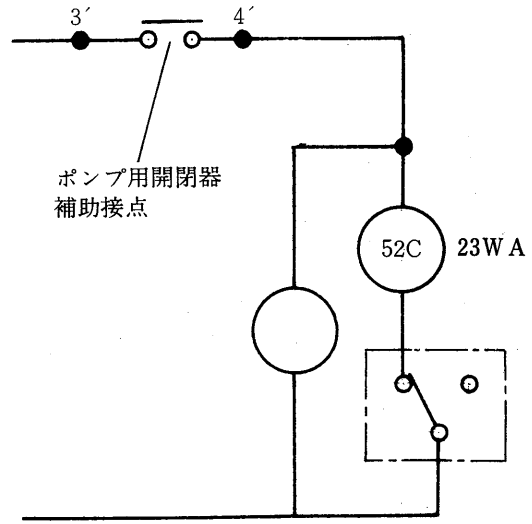

図2
- ② ポンプの電磁接触器の補助接点を利用し，圧縮機の制御回路に入れる。(図2参照)